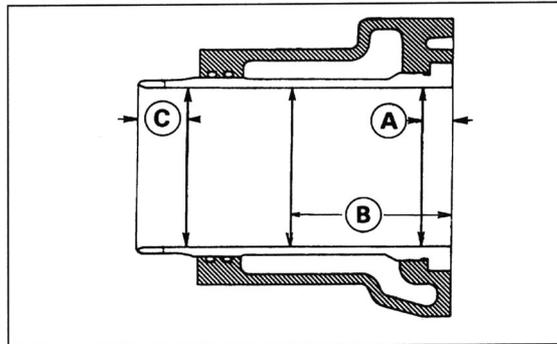

Bild 203
-  Kolbenringe einzeln in Zylinder schieben, rechtwinklig zur Zylinderbohrung mit Kolben ausrichten. Mit Fühlerlehre Stoss-Spiel ausfühlen (Bild 203). Sollwert 1. und 2. Ring 0,20 – 0,35 mm, Verschleissgrenze 0,7 mm; Sollwert Ölring 0,20 – 0,70 mm, Verschleissgrenze 1,0 mm.